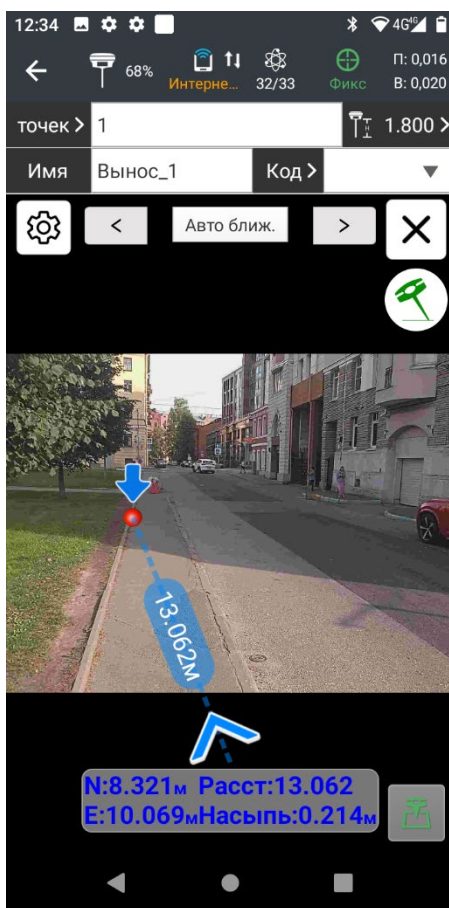

Рис. 2.67
3. Запустится режим **дополненной реальности (AR)** и активируется **фронтальная камера** приемника. Будет видно изображение с камеры и навигация до цели на экране контроллера (Рис.2.67).